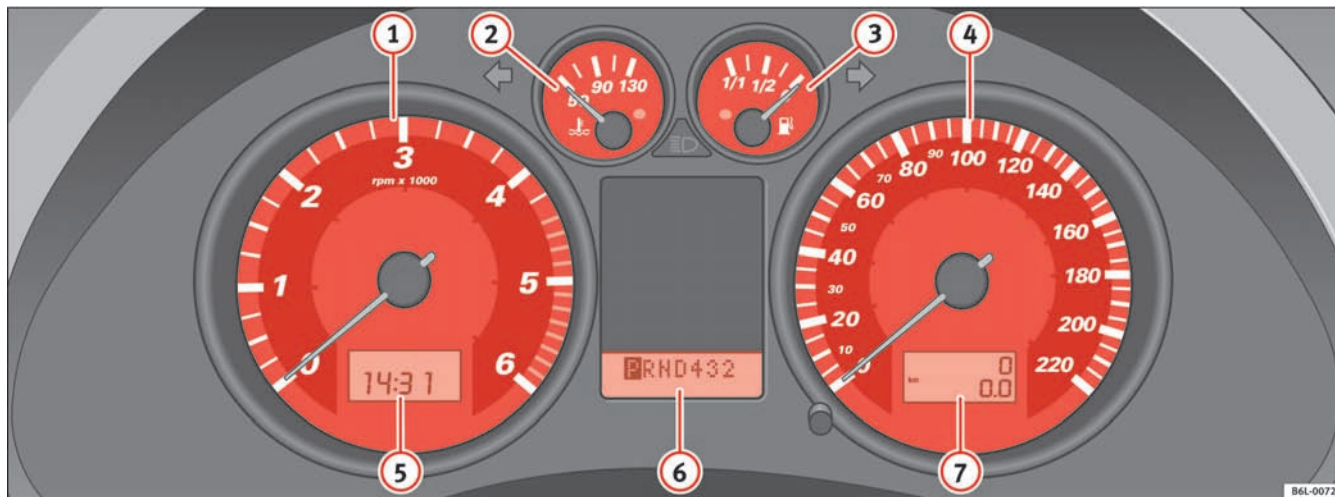

Fig. 31 Udsnit af instrumentpanelet: instrumenter
Begyndelsen af det røde område i omdrejningstælleren ⇒ side 50, fig. 31
- Drej indstillingsknappen ⇒ side 50, fig. 31 **5** helt mod uret for at indstille timerne. Hvis indstillingsknappen drejes et kort øjeblik mod uret, stilles timetallet 1 time mere frem.